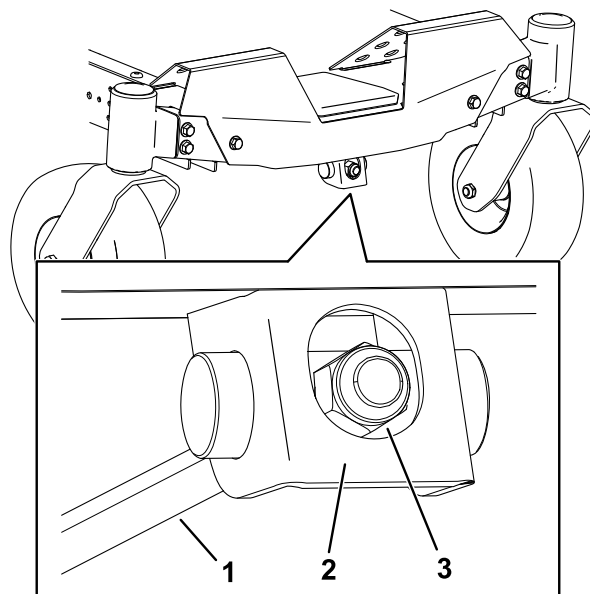

Figure 65
1. Tournez l'écrou de réglage à l'avant du tablier de coupe (**Figure 65**).